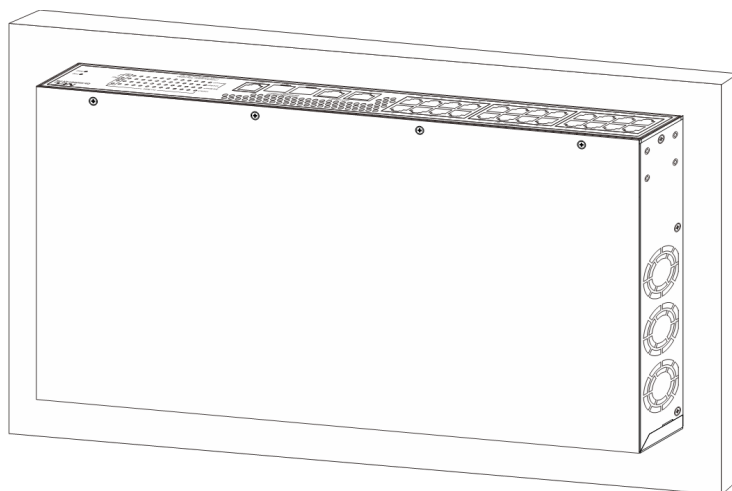

図 7-9 金属面へのスイッチの貼り付け
- 5) 図 7-9 に示すように金属面に装置を設置してください。